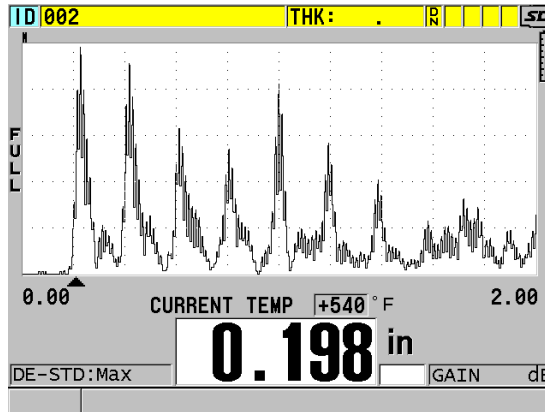

Figura 10-19 Exibir dados de compensação de temperatura
4. Pressione [MEAS] para retornar à tela de medição com a função de compensação de temperatura ativada (veja Figura 10-19 na página 185).